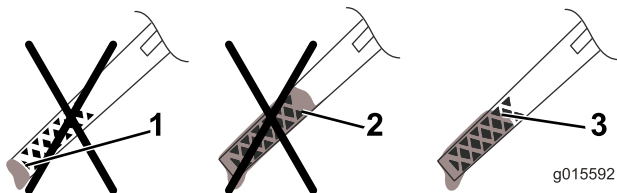

Рисунок 28
13. Выньте щуп для замера уровня масла и проверьте уровень масла по щупу (Рисунок 28).